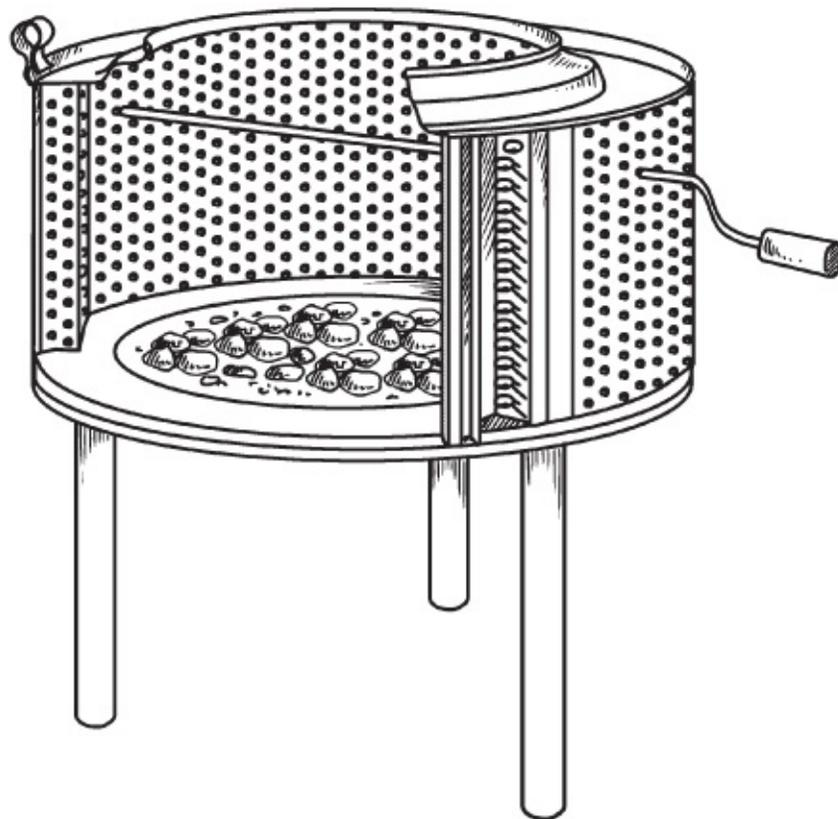

Рис. 88. Гриль с вертелом:
5. Вместо прутков можно установить вертел (рис. 88). Для этого необходимо приобрести два металлических диска. В них вы сможете вставить шампуры — один для мяса, а другой — для фиксации продукта на вертеле. На шампур прикрепите ручку.